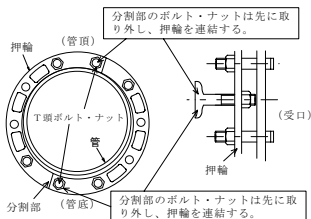

図 55 押輪の取り外し方法（呼び径 700～1000）
- ② 呼び径 700～1000 は、ボルト・ナットを取り外す前に押輪分割部直近のボルト・ナット（管頂部、管底部）を取り外して、図 55 に示すようにボルト・ナットで押輪分割部を連結し直す。その後、残りのボルト・ナットを取り外す。